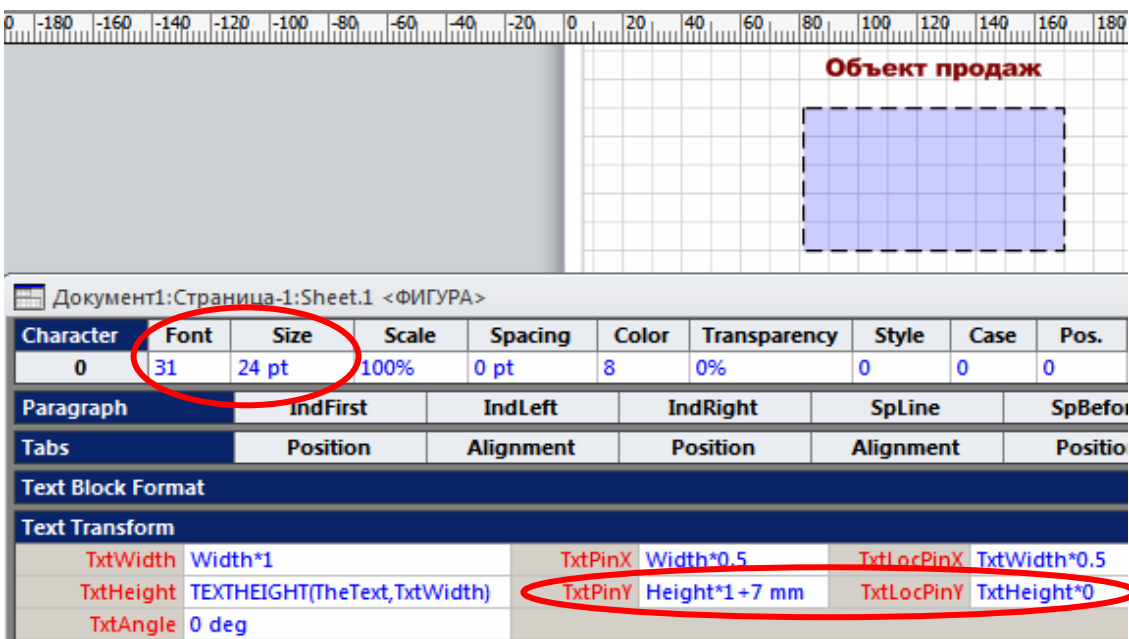

Рис. 14.12. Оформлення тексту
*TextTransform* – саме завдяки ним текст був відцентрований. Змінимо в комірці *TxtPinY* формулу  $Height*0.5$  на  $Height*1$  – текст повинен розміститися на верхній межі прямокутника. Можна додати у формулу ще декілька міліметрів зсуву (наприклад  $Height*1 + 7\text{ mm}$ ) – рис. 14.12.
Змінимо тип і розмір шрифту цього напису. Для цього в розділі *Character* встановимо значення в комірці *Size* – наприклад, 24 пт. У комірці *Font* введемо номер шрифту (наприклад, 31) – рис. 14.12.